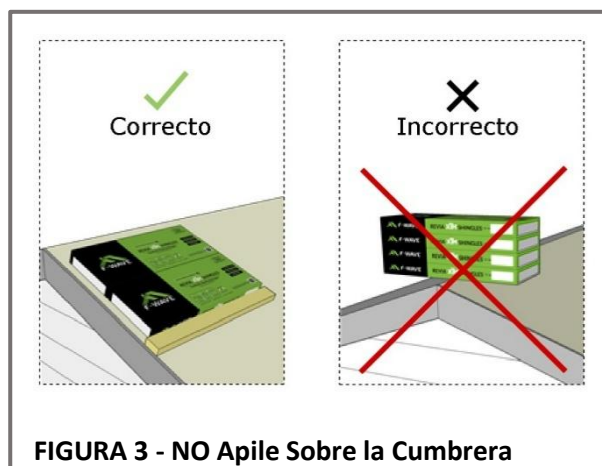

FIGURA 3 - NO Apile Sobre la Cumbrera
- Distribuya los paquetes de tejas de manera uniforme por todo el techo, apoyados de forma segura mediante tablas de tope o soportes de techo correctamente instalados. **NO apile paquetes individuales sueltos a más de tres de altura.** Consulte la **Figura 3**.